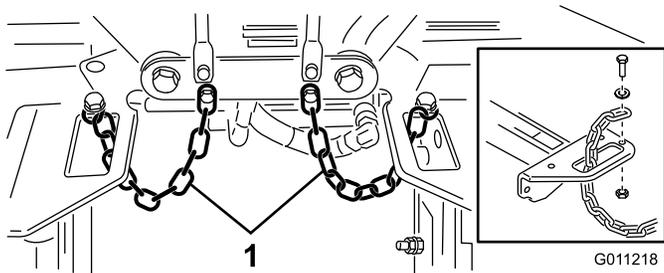

図 22
- 各キャリアフレームのスロットにチッパーチェーンを下から上に通し、これらのチェーンをキャリア・フレームの上に固定するキャップスクリュー、ワッシャ、ロックナットを使用。図 22。